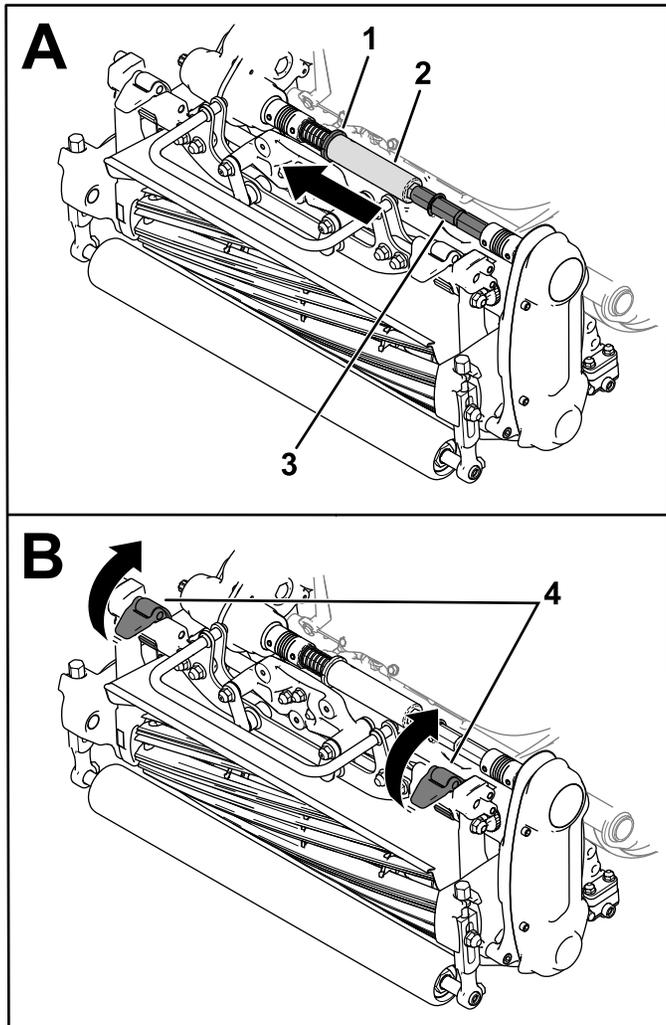

Figura 42
3. Mueva el collarín (Figura 42) en la ranura del eje de la transmisión.
4. Deslice el tubo hexagonal para sacarlo del eje del acoplamiento de la unidad de corte (Figura 42).
5. Suba los cierres de la suspensión para liberar la unidad de corte de la máquina (Figura 42).